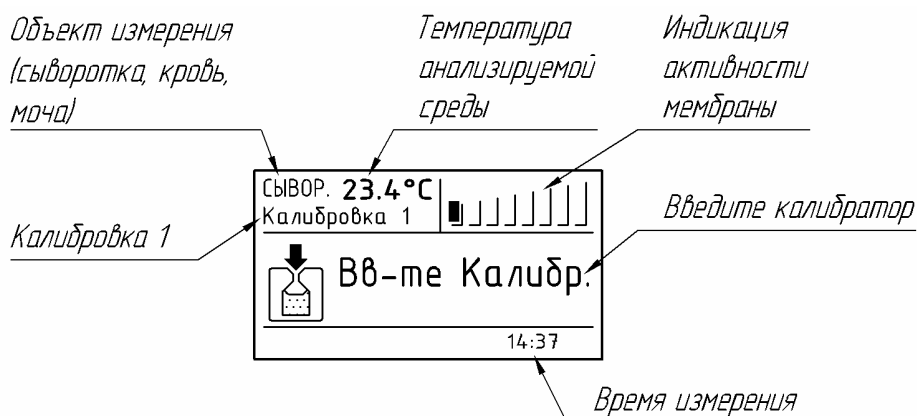

Рис.28. Индикация активности мембраны.
3.6.7. В течение 50 мин. на дисплее должны начать гаснуть сегменты активности мембраны «Уровень». Сегменты гаснут в результате активации ферментной мембраны и ее усадки. Чем активнее идет этот процесс, тем быстрее гаснут сегменты, чем больше сегментов погасло, тем выше степень готовности мембраны. На рис.28 представлен вариант индикации активности мембраны. Здесь погасли 7 сегментов «Уровень», что означает высокую степень готовности мембраны.